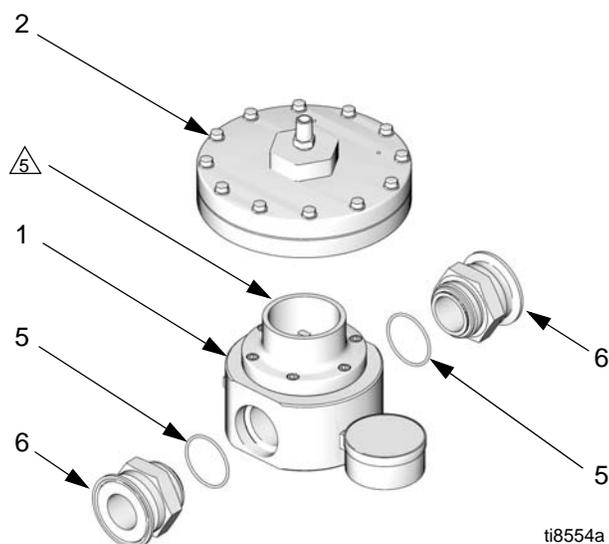

FIG. 2. Corps de membrane séparé du régulateur de retour
3. Voir FIG. 2. Dévisser le corps de membrane (2) du régulateur de retour (1).